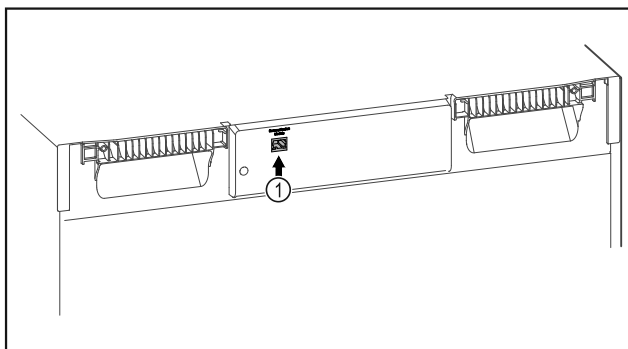

Fig. 140
- SmartModule Fig. 140 (1) inserito.